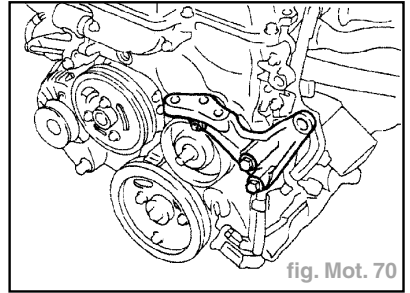

fig. Mot. 70
- Déposer l'écrou, les 2 boulons et le support (fig. Mot. 70).